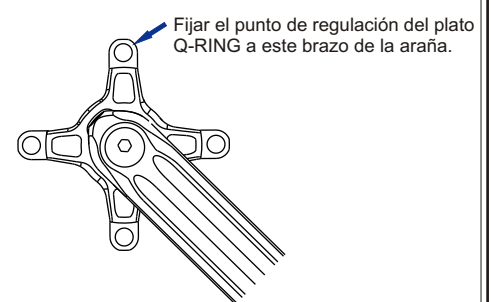

Figura 3. Punto de montaje en función de la araña.
**#1. Regulación de los platos Q-RING:** Dependiendo del tipo de araña, A, B ó C (ver figura 3) elegiremos el brazo para la instalación de los platos Q-RING. Posicionar las bielas como en la figura 3.
**#2. Instalación de los platos Q-RING:** el punto de regulación para los platos debe coincidir con el punto indicado en la figura 3. **Los platos Q-RING interiores e intermedios tienen unas cajeras para alojar las cabezas de las tuercas, este lado del plato debe quedar mirando hacia el cuadro.** Primero aproximar los tornillos y luego apretarlos en cruz a 7-8 Nm.